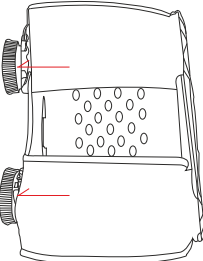
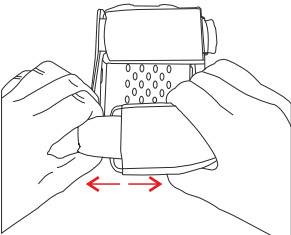

Рис. 20
Рис. 21
- Для увеличения размера крепления: Потяните оба колеса регулировки вверх (Рис. 20). Раздвиньте ремешок на необходимую длину (Рис. 21). После зафиксируйте регулировочные колеса в первоначальном положении.